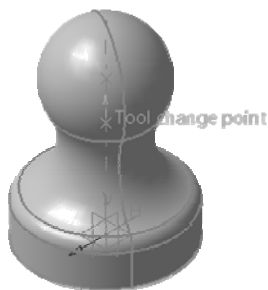

图 5-7 定义目标加工零件 (1)
4) 定义目标加工零件(1)。单击 Design part for simulation 按钮,系统自动隐藏“Part Operation”对话框,在图形区选择打开的实体模型作为目标加工零件,如图 5-7 所示,然后双击空白处返回“Part Operation”对话框。